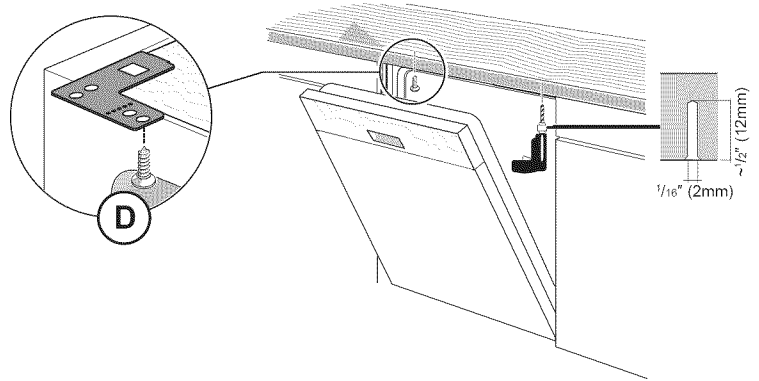

Figure 19
1. Insérer les vis de montage dans les trous des pattes de fixation et serrer comme indiqué pour le Montage par le dessus (Figure 18), le Montage latéral (Figure 19) et le Montage latéral alternatif (Figure 20).